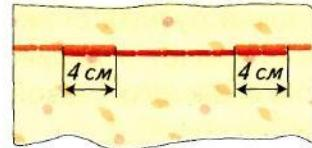

Рис. 85
Если поврежденный участок шва велик, проводят тонкую меловую линию для определения следа строчки (рис. 83). Детали на участке разрыва соединяют по этой линии (рис. 84). По меловому контуру выполняют шов соединения, в начале и в конце работы — машинную закрепку, чтобы строчка находила на оставшуюся строчку на 3–4 см (рис. 85).
1. Ремонт поврежденного участка машинной строчки (см. рис. 85, 86).